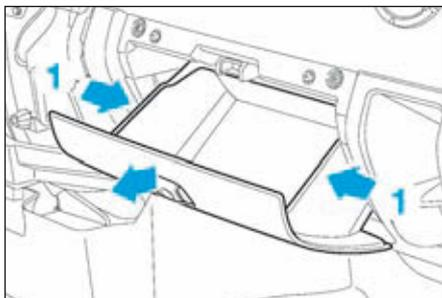

FIG.2
- Appuyer en (1) (Fig.2) de chaque côté de la boîte à gants de manière à extraire les butées.